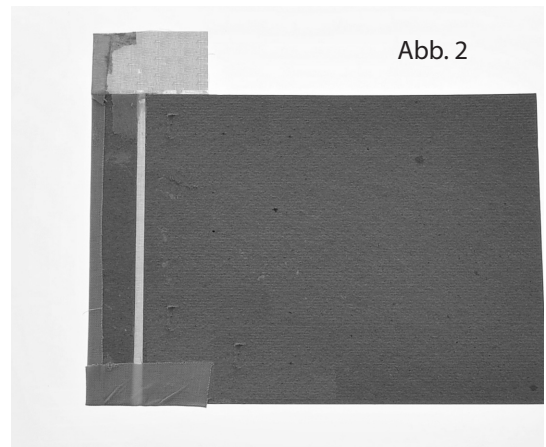

Abb. 2
2. Aus dem Buchbinderleinenstreifen 100 x 200 mm 2 Teile ca. 180 x 45mm ausschneiden und diese auf der glatten Seite mit Buchbinderleim einstreichen. Die 20mm Pappstücke sowie Deckel bzw. Rückenteil so aufleimen, dass diese oben und unten mittig auf dem Leinen liegen. Überstehendes Buchbinderleinen umfalzen und anleimen. Zwischen beiden Pappstücken einen ca. 7 mm breiten Striefen freihalten (s. Abb. 2).